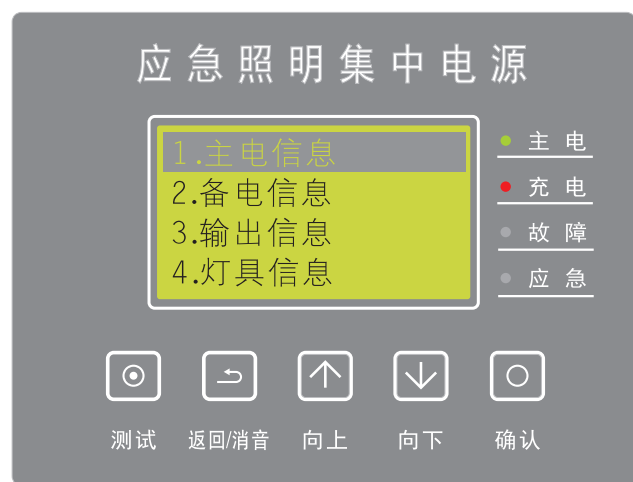

图5.4
(2)、信息查询：在主屏时，按【确认】键显示菜单列表，按【向上/向下】键选择选项，再按【确认】键进入，如图5.4所示。